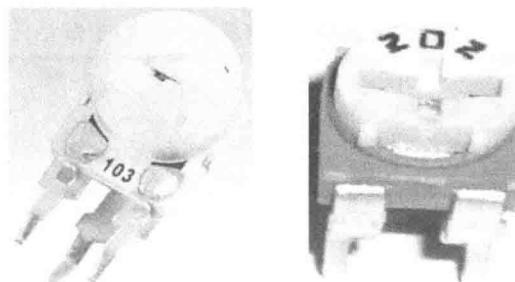

图 1-1-10 电阻数码法
(3) 数码法。数码法是在电阻器上用三位数码标出标称阻值的方法, 如图 1-1-10 所示。